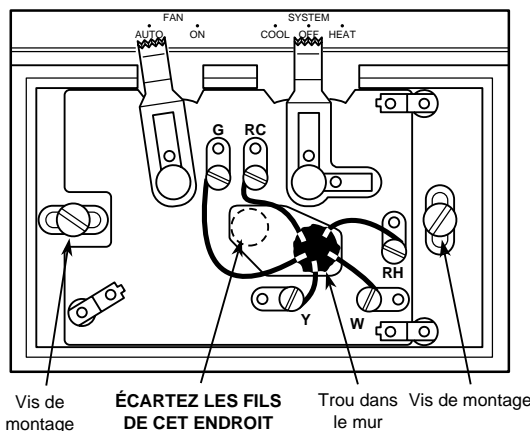

Figure 2. Socle du thermostat
5. À l'aide des deux vis de montage, fixez lâchement le socle de la façon illustrée. Placez un **niveau** sous le socle et ajustez celui-ci pour qu'il soit de **niveau**. Serrez ensuite les vis pour fixer le socle. Si les trous de montage sont trop grands et ne vous permettent pas de fixer solidement le socle, servez-vous des chevilles de plastique pour l'assujettir (figure 2).